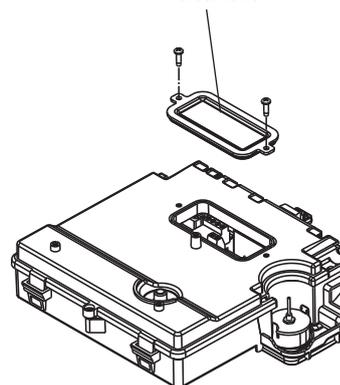

Fig. 3.7
- rimuovere il coperchietto ispezione parti elettriche (fig. 3.7)